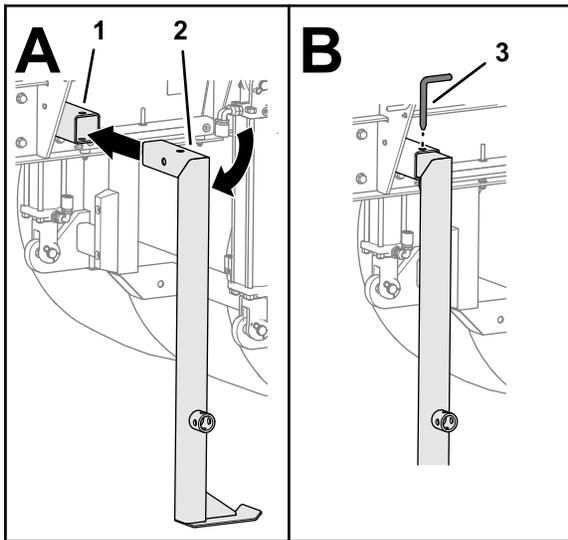

図 23
5. 脚をおろしてチューブに差し込む 図 23。
6. 脚部とチューブの穴を合わせ、ピンを挿入して固定する 図 23。